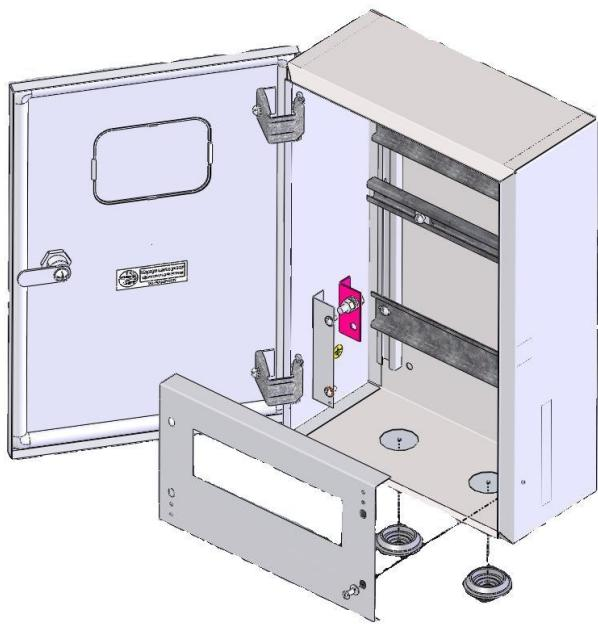

Рис. 2 Схема крепления фальш - панели.
2. Снять фальшь - панель, отвернув 4-е винта M4 с шайбами (см. рис. 2);